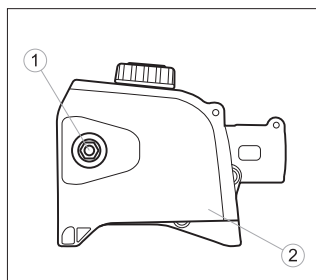

fig. 15
3. Setzen Sie die Kettenschleife über die Antriebsglieder in der Schienenrinne auf und richten Sie anschließend die Kette über dem Treibrad aus. Stellen Sie sicher, dass die Zähne richtig ausgerichtet sind (Abb. 15).